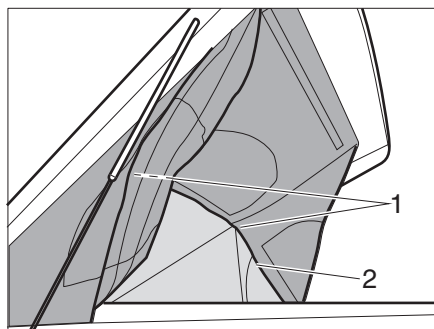

Figura 48 Función panorámica
- Abra la cremallera (Figura 48,2) alrededor del techo elevable.
- Fije las paredes laterales y la pared frontal con cierre de velcro (Figura 48,1) a la parte superior del techo elevable.